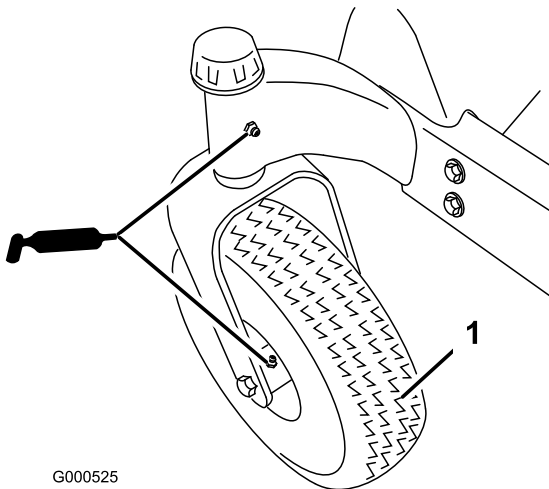
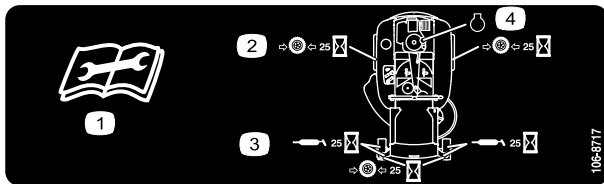

Bild 30
Bild 31
3. Reinigen Sie die Schmiernippel (Bild 30 und Bild 31) mit einem Lappen. Kratzen Sie bei Bedarf Farbe vorne von den Nippeln ab.
4. Setzen Sie die Fettpresse nacheinander an allen Nippeln an (Bild 30 und Bild 31). Fetten Sie